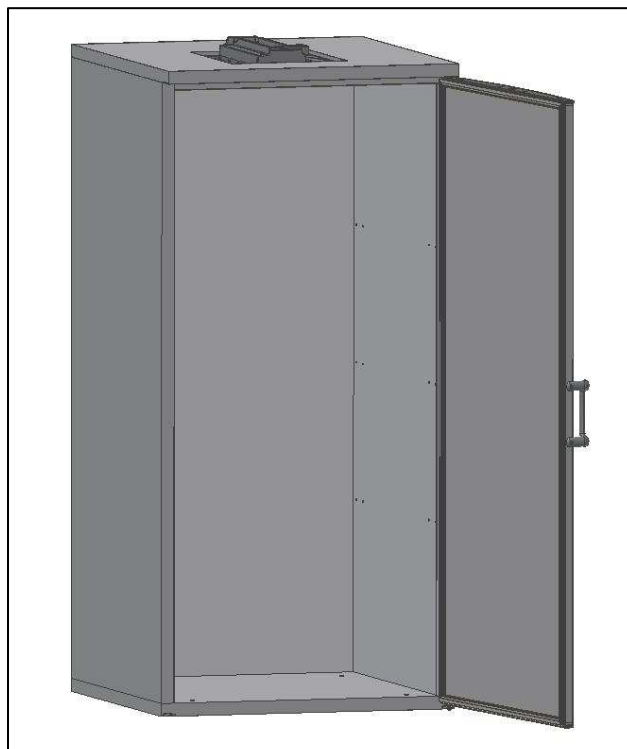

Abb. 9
- Führen Sie die **Tür** an der Boden- und Abdeckplatte ein (Abb.9). Tür Links- oder Rechtsöffnend.